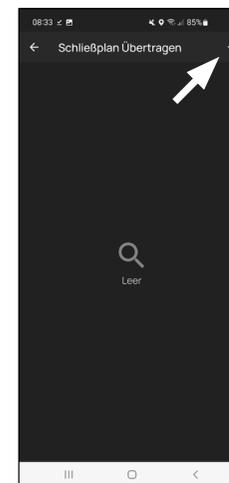

Fig. 1
- 2 Appuyez sur « + » en haut à droite (Fig. 1).
- 3 Sélectionnez le cylindre pour lequel vous voulez transmettre des informations (I) (Fig. 2), puis sur « Fichier prog. » en haut à droite (II) (Fig. 1).